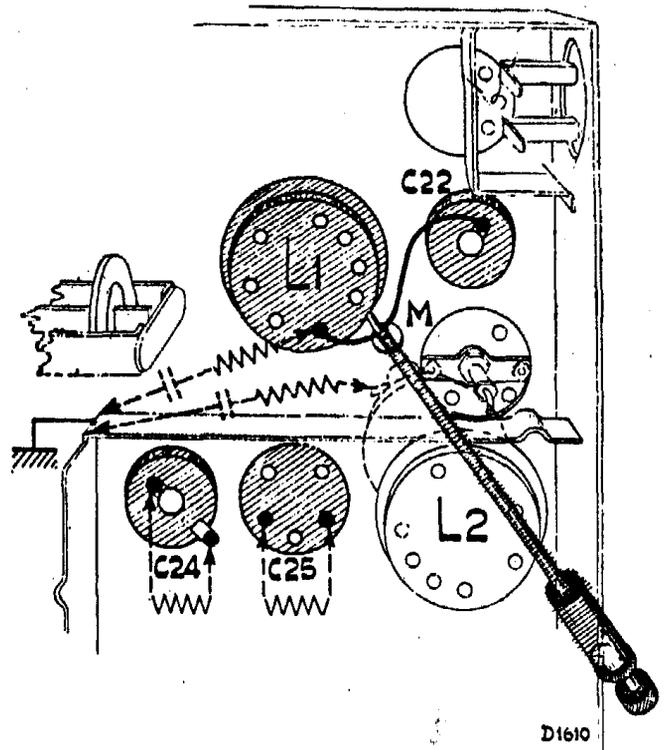

Fig. 5
3. Amortir C24 avec 25000 Ohms (fig. 5); trimmer C25 jusqu'à la déviation maximale du mètre (outputmètre) de sortie, enlever la résistance d'amortissement.
4. Raccorder l'appareil auxiliaire (par exemple au moyen de la fiche de contact (09.991.620) par le trou dans le châssis (fig. 5), amortir C22 avec 2000 ohms avec  $0,1 \mu F$  en série. Syntoniser l'appareil à trimmer.